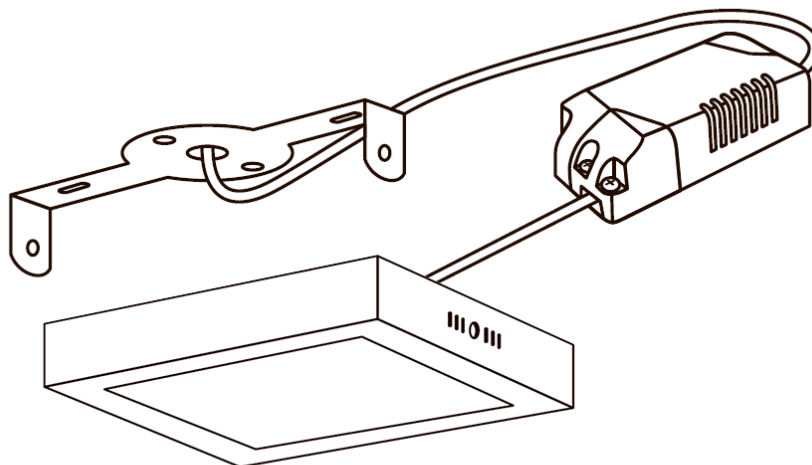

Рис. 2
6.3.3 Установите монтажную пластину, продев сетевой кабель. Подключите сетевой кабель к кабелю светильника (Рисунок 2).